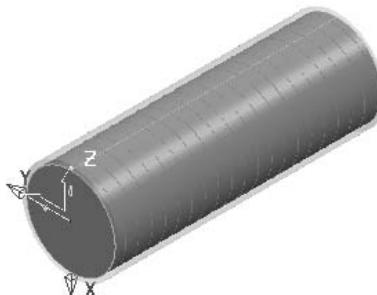

图 4-80 创建的毛坯
4) 单击“接受”按钮，图形区显示所创建的毛坯，如图 4-80 所示。